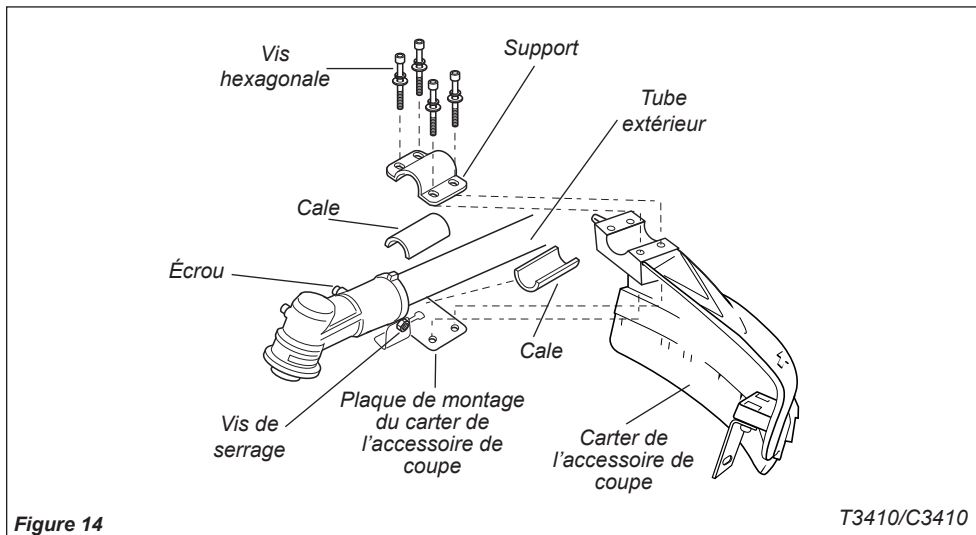

Figure 14
1. Insérer le cartier de l'accessoire de coupe entre le tube extérieur et la plaque de montage du cartier de protection. Voir figure 14.
2. Fixer les deux cales et le support sur le tube extérieur et fixer sans serrer les quatre vis hexagonales. Voir figure 14.